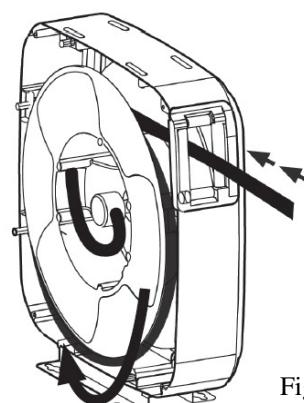

Fig. 12
2. Push some of the hose back through the hose outlet, take one loop off the spool (Fig. 12) and pull the hose through the hose outlet. Reassemble the side on the hose reel.
2. För tillbaka en del av slangen genom slangstyrningen, ta bort en öglor på rullen (Fig. 12) och dra sedan ut slangen igen. Montera tillbaka sidan på slangrullen.